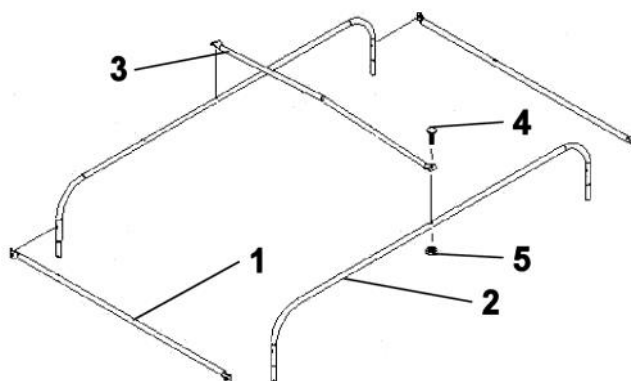

Figure 1
Assembler le dessus du châssis en réunissant les tubes de liaisons (fig.1, item 1) aux tubes de côté (item 2) et au centre, au tube de renforcement (item 3) (la portion pliée vers le haut).